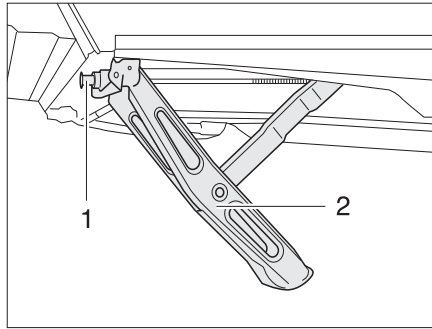

Fig. 17 Piedini di stazionamento a manovella abbassati
- Inserire la manovella in dotazione di serie nell'esagonale (Fig. 17,1) del piedino di stazionamento a manovella (Fig. 17,2).